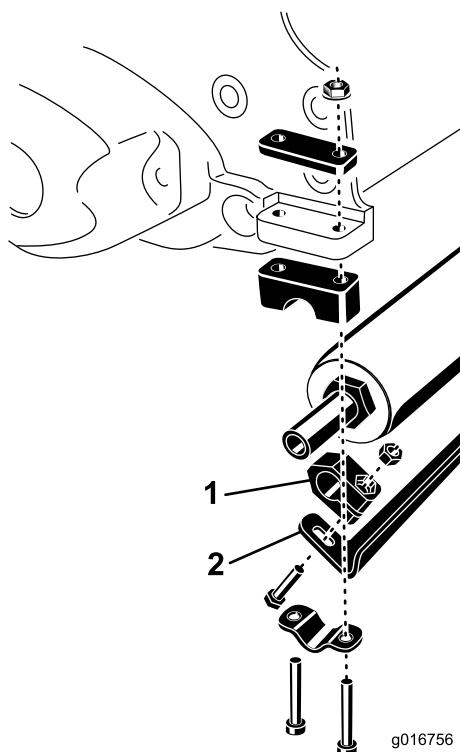

Figura 2
- Montate il raschiarullo, senza fissarlo, su ciascuna estremità del rullo con un morsetto, una vite a testa cilindrica e un dado. Posizionate gli elementi come illustrato in Figura 2.
- Montate il rullo, senza fissarlo, sull'apparato di taglio con le viti a testa cilindrica, gli attacchi a cavallotto e dadi rimossi in precedenza (Figura 2).
- Centrate il rullo rispetto all'apparato di taglio e serrate le viti a testa cilindrica e i dadi sull'attacco a cavallotto del rullo (Figura 2).